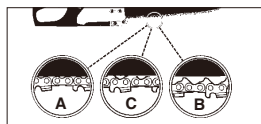

Fig. 6
⚠ FORSIKTIG: Hvis motorsagen er FOR LØS eller FOR STRAM, vil slitasjen øke på tannhullet, skinnen, kjeden og veivaksellagrene. Studer Fig. 6 for informasjon om riktig kaldspenning (A), korrekt varmspenning (B), og som en veiledning for når sagkjeden må justeres (C).